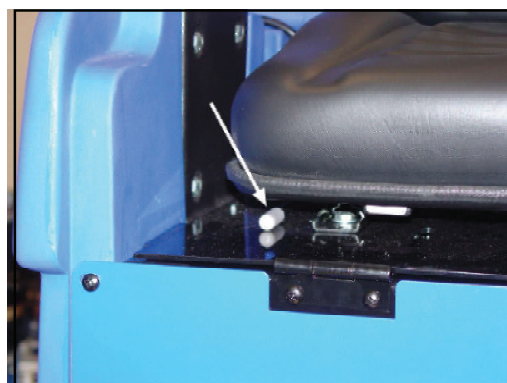

Рисунок 19
1. Сиденье может регулироваться в положение вперед/назад при помощи рычага, который находится внизу с правой стороны сиденья. Нажатие рычага позволяет установить сиденье в удобное положение. Смотрите рис. 19.